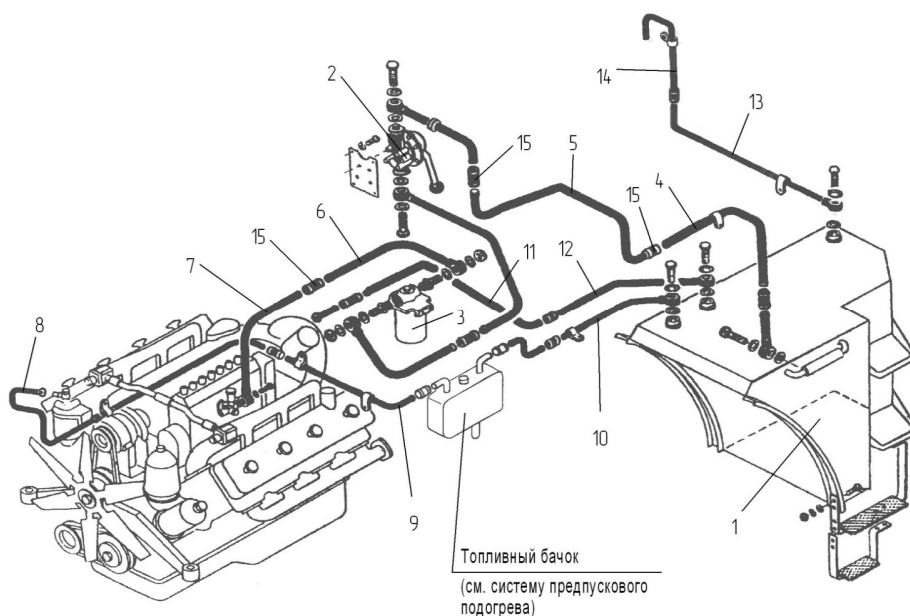
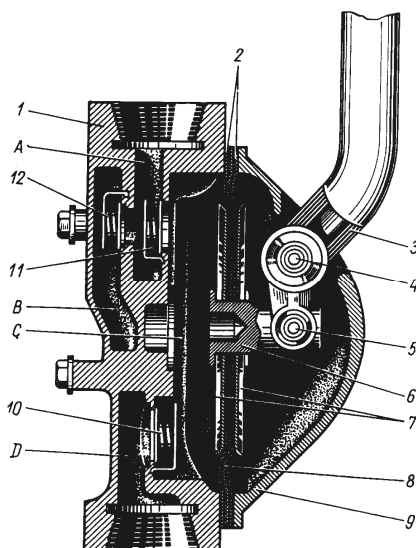

Рис. 6 Система питания топливом
Рис. 7 Схема ручного топливоподкачивающего насоса
- заполнить систему питания двигателя топливом (рис. 6), для чего прокачать систему ручным топливоподкачивающим насосом (рис. 7) в течение 2 - 3 мин;
Система питания представлена на рис. 6.
Насос (рис. 7) состоит из корпуса 1, крышки 9, мембраны 8, клапанов 10, 11, 12 и рычага 3.